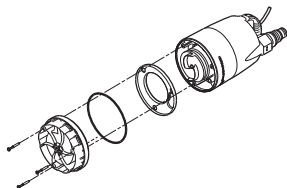

Рис. 11 Демонтаж деталей, находящихся в днище насоса
3. Демонтировать детали, находящиеся в днище насоса, смотрите рис. 11